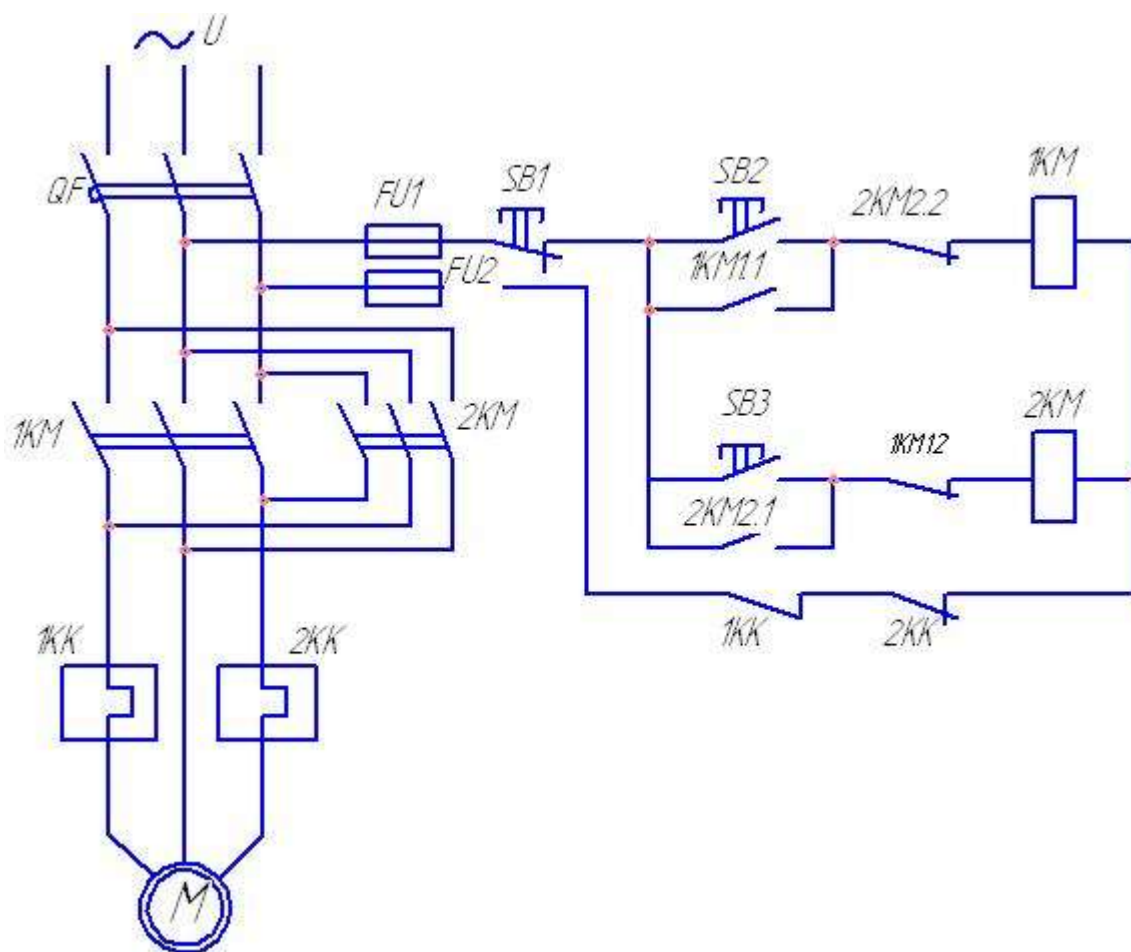

Рисунок 5.3 – Схема автоматизированного управления реверсивным асинхронным двигателем
4. Разрабатываем принципиальную электрическую схему управления реверсивным короткозамкнутым двигателем (рисунок 5.3).